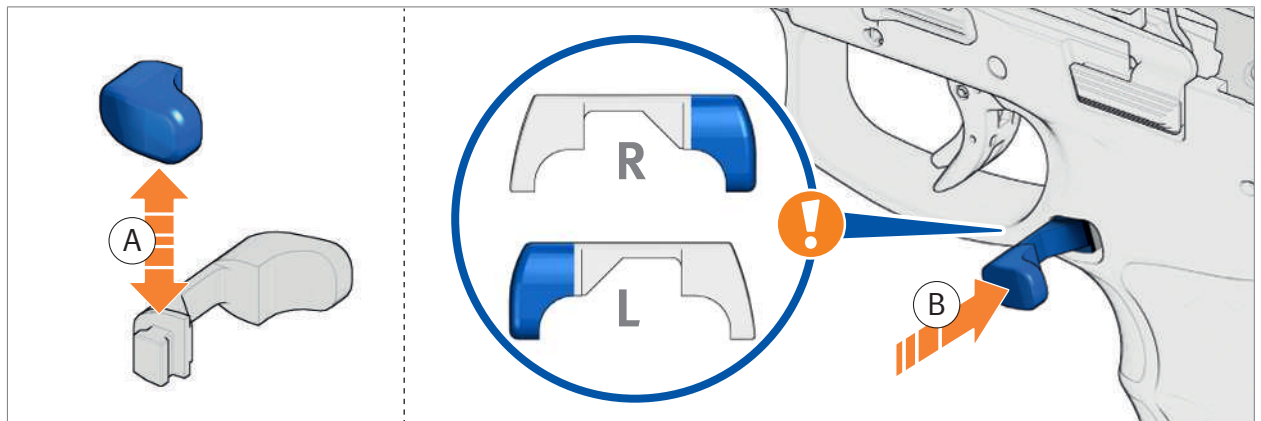

Abb. 34: Push-Button umbauen
2. Push-Button umbauen (Abb. 34).
3. Push-Button einsetzen (Abb. 34).